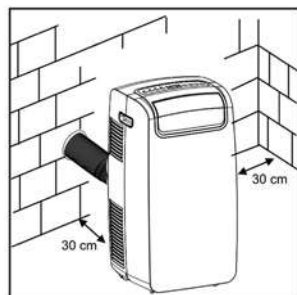

Fig. 6
Se necessário, o seu aparelho também pode ser instalado de forma semipermanente (Fig. 6) Proceda da seguinte forma:
- Insira outra extremidade do conjunto da mangueira no acessório anteriormente montado na parede, conforme ilustrado na (Fig. 6)